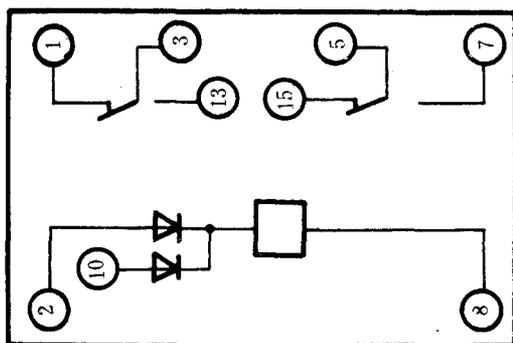

图 3 (背视)
3.10 触点形式：两个电压整定回路各有一副转换触点输出。继电器输出端子见图 3。